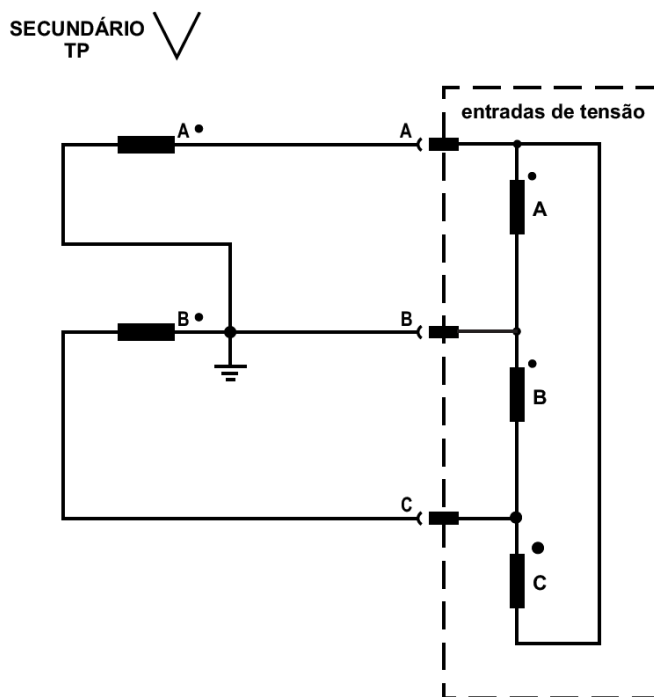

Figura 4: Secundário do transformador de potencial (TP) fechado em delta aberto \_ V
- Secundário do transformador de potencial (TP) fechado delta aberto -  $\nabla$  (vide figura 4).